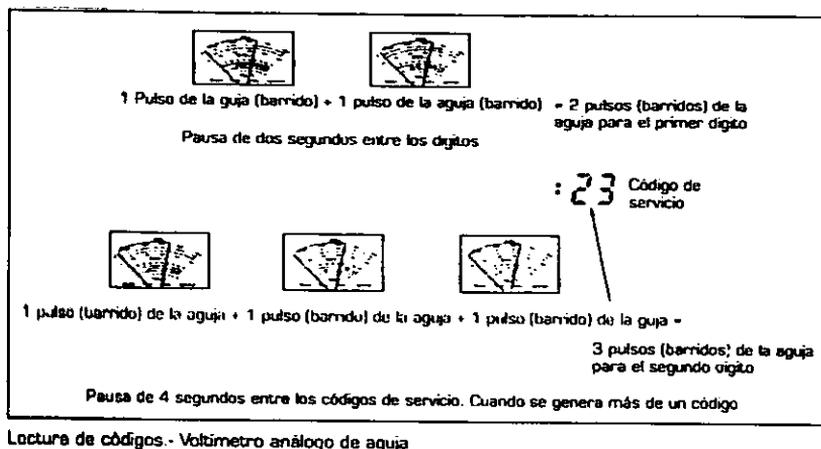

FIG. 10.11 LECTURA DE CÓDIGOS - VOLTÍMETRO ANÁLOGO DE AGUJA.
- \* Cada dígito es generado, por el número de barridos u oscilaciones. (Pulsos eléctricos). Dos pulsos para el número 2, tres pulsos para el número 3 y así (Fig. 10.11).